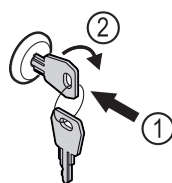

Fig. 173
- ▶ Вставьте ключ. Fig. 173 (1)
- ▶ Поверните ключ на 90° по часовой стрелке. Fig. 173 (2)